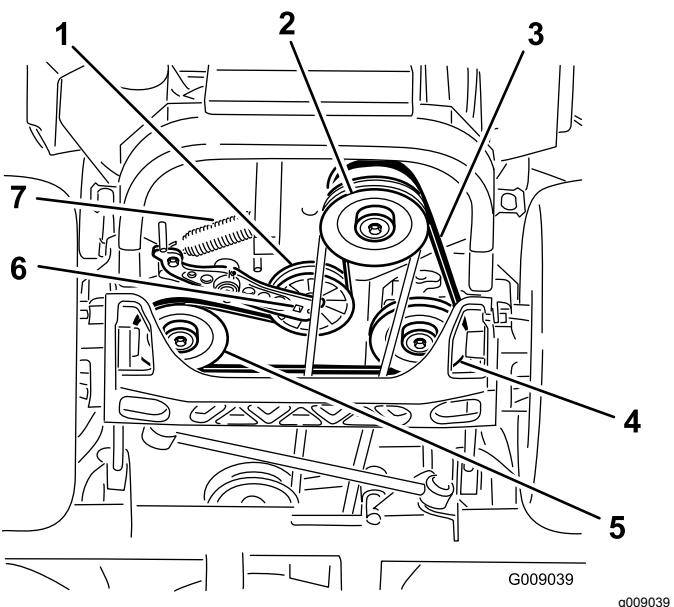

**Figura 85**
14. Instale as coberturas da correia (Figura 85).